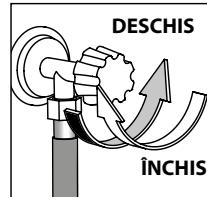

Figura 9
3.4.3 În timpul spălării robinetul de apă trebuie să fie deschis la maxim, aşa cum se arată în Figura 9.